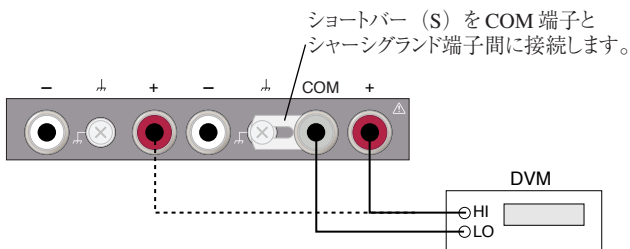
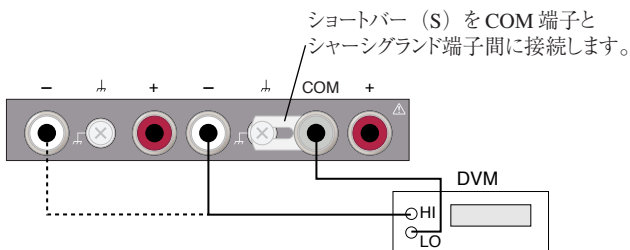
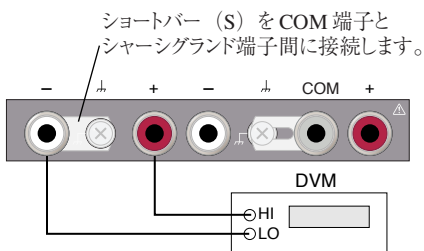

図 6-2 電圧系の校正の接続（+出力）
図 6-3 電圧系の校正の接続（-出力）
図 6-4 電圧系の校正の接続（6V 出力）
2. 校正を行う出力の端子にDVMを接続します。±出力の+出力を校正する場合は図6-2を、-出力を校正する場合は図6-3を参照してください。また、6V出力（PMR-TR タイプのみ）を校正する場合は図6-4を参照してください。